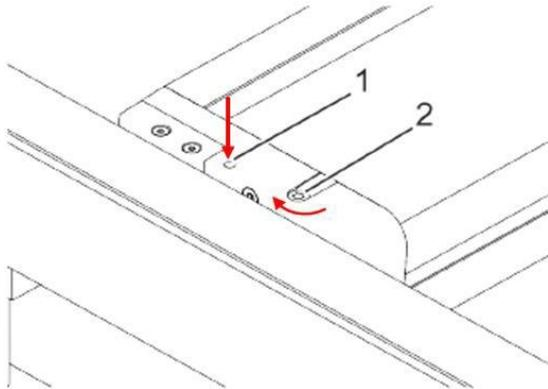

Abb. 16: Bandschloss aushängen
1. ➤ Zugband entlasten und mit einem dünnen Inbusschlüssel in die hintere Öffnung (Abb. 16/1) im Fallstangenseitendeckel drücken um den Bandhaken freizugeben. Mit dem entlasteten Zugband den Bandhaken nach vorne ziehen
2. Das Bandschloss in den Bandhaken einhängen und die Bandhaken im Fallstangenseitendeckel von oben mit einem TX30 Schlüssel um 90° in Richtung Führungsschiene drehen (Abb.16/2) bis diese einrasten